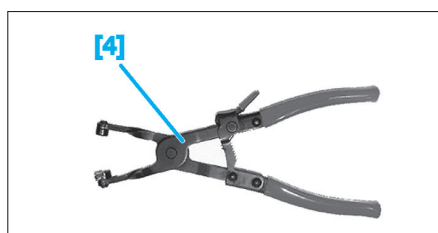

Fig. 43
- [4]. Pince pour collier élastique (réf : 0165-Z) (Fig.43).